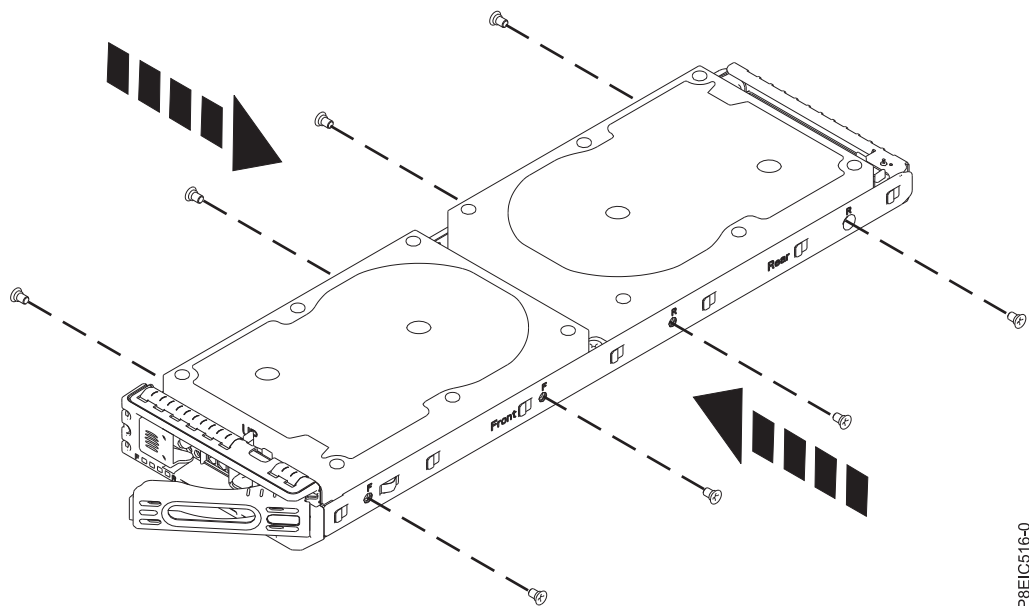

図 13. 3.5 型ドライブのトレイへの固定
- b. 4 本のねじ (各側面に 2 本) を使用して、トレイの側面にドライブを固定します (15 ページの図 13 を参照)。